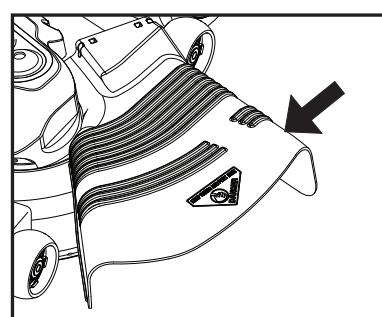

Fig. 14
**ATTENTION: N'utilisez pas la tondeuse sans le déflecteur ou sans le ramasse-herbe s'il y a lieu (Voir La Fig. 14).**